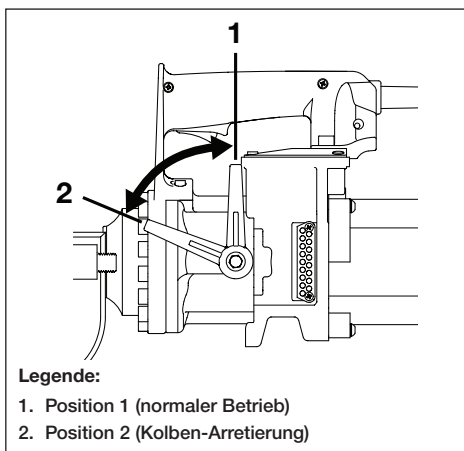

Abbildung 5, Arretierung des Kolbens
Siehe Abbildung 5.
3. Stellen Sie sicher, dass die Arretierung des Kolbens vollständig im Uhrzeigersinn gedreht ist. Siehe Abbildung 5.